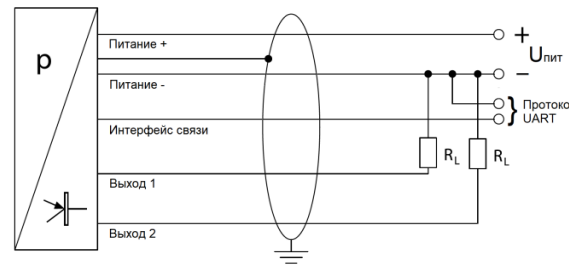

Рисунок 6. Схемы подключения с 1 или 2 релейными выходами.
4.8. Цепи реле подключаются через разъемы в соответствии с электрическими схемами подключения (см. рис. 6., таб. 6.) или встроенным в прибор кабелем, согласно цветовой маркировке проводов кабеля (см. таб. 6.).